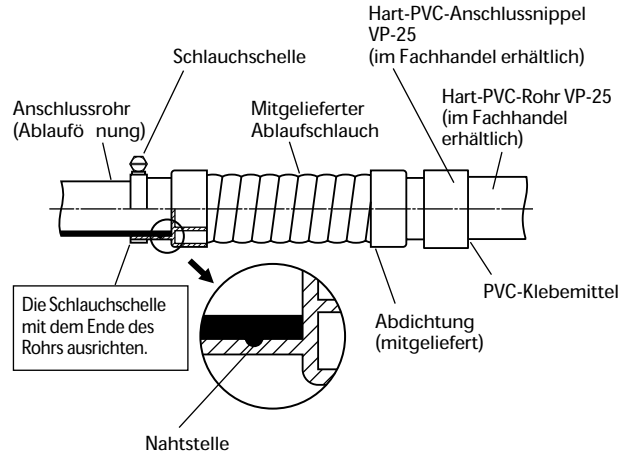

Abb. 3-6
- Ein Standard-Hart-PVC-Rohr (Außendurchmesser: 32 mm) als Ablassleitung zusammen mit dem mitgelieferten Ablaufschlauch und der Schlauchschelle verwenden, um Undichtigkeiten zu vermeiden. Das PVC-Rohr muss separat gekauft werden. Das Schauglas an der Ablaufö nung gestattet die Kontrolle des Abflaufs. (Abb. 3-6)
Das Ablaufrohr einschieben, bis dieses auf dem Anschlussnippel aufsitzt, wie in Abbildung 3-6 gezeigt; danach das Rohr mit der Schlauchschelle gut befestigen.
- Die Schlauchschellen mit dem Ende des Schlauchs ausrichten. Die Schlauchschelle fest anziehen. Sicherstellen, dass die Nahtstelle nicht von der Schlauchschelle abgedeckt wird. (Abb. 3-6)
Die Schlauchschellen so festziehen, dass die Sicherungsmuttern nach oben weisen. (Abb. 3-6)